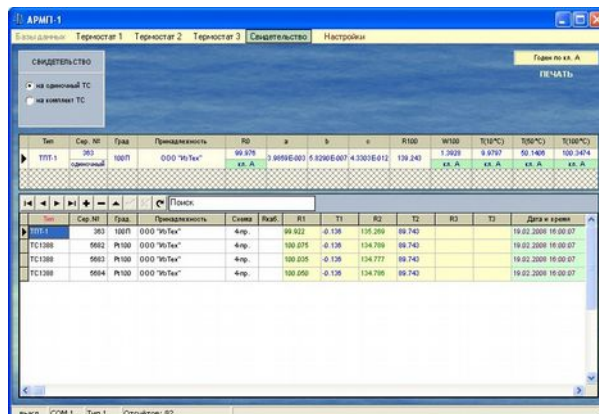

Рис. 4
Появится картинка аналогичная Рис. 4.
2.4.3 Если выбран одиночный ТС, то необходимо найти в базе данных необходимый ТС. Затем двойным нажатием мышки по соответствующей строке запустить обработку данных. Рис. 4.